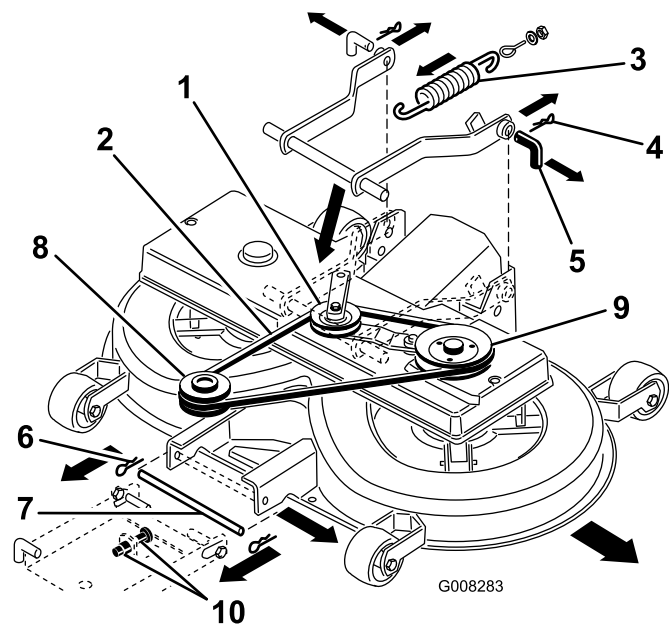

Figure 39
8. Tirez l'ensemble bras de tension vers l'intérieur et ôtez la courroie trapézoïdale de la poulie (Figure 39).
9. Décrochez le ressort du levier d'engagement (Figure 39).
11. Retirez les goupilles fendues des 2 goupilles arrière et enlevez ces dernières (Figure 39).
12. Retirez la goupille fendue de la goupille avant et enlevez cette dernière (Figure 39).
13. Enlevez la courroie trapézoïdale de la poulie du moteur (Figure 39).
7. Placez la goupille inférieure de la suspension de réglage avant dans la position inférieure des fentes, en réglant les 2 écrous (M12) sur la suspension avant (Figure 39).